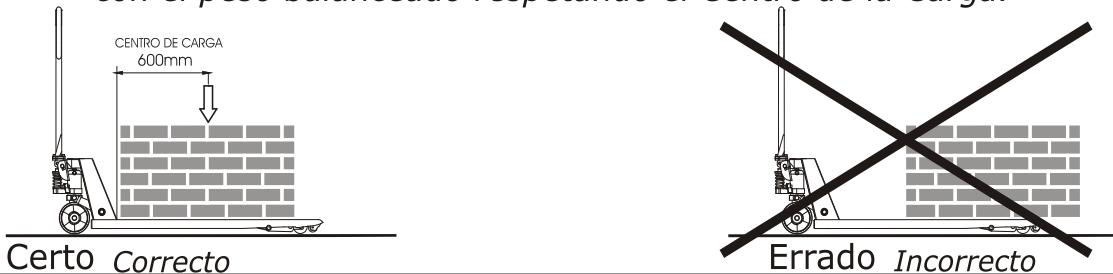
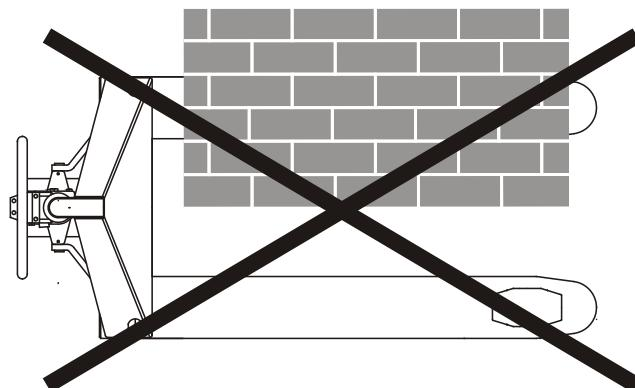

Figura 11 – Posicionamento da carga
Figura 12 – Posicionamento da Carga
Vefiricar se a carga a ser movimentada não excede a capacidade de carga do transpalete. Introduza os garfo lentamente no palete até que a extremidade traseira do garfo encoste na carga (figura 11). No acionador manual, mude a posição para baixo “LEVANTAR”, e levante a carga fazendo movimento de bombeamento. A carga sempre deve estar bem distribuída entre os garfos (figura 12).
*Si la carga a ser movida no excede la capacidad de carga del transpalete. Inserte las horquillas lentamente en el pallet hasta que el extremo trasero de la horquilla quede en la carga (figura 11). En el accionador manual, cambie la posición hacia abajo "LEVANTAR", y levante la carga haciendo movimiento de bombeo. La carga siempre debe estar bien distribuida entre las horquillas (figura 12).*